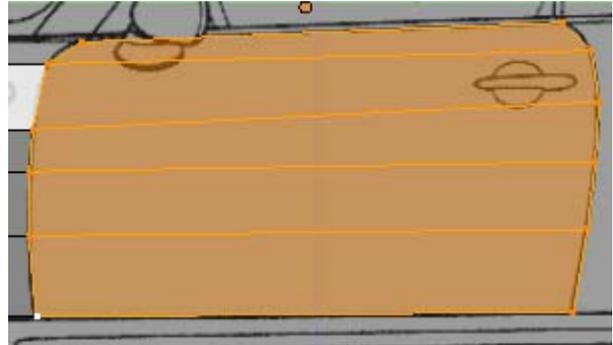

Figura 4.50
2. Seleccione cada um dos novos vértices, **[RMB]**, e adapte a sua posição à linha da porta, **[G]**, figura 4.50.